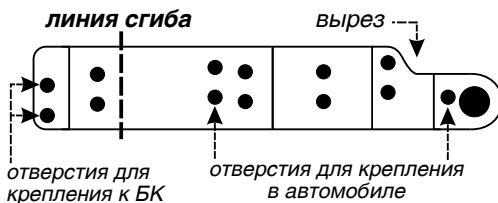
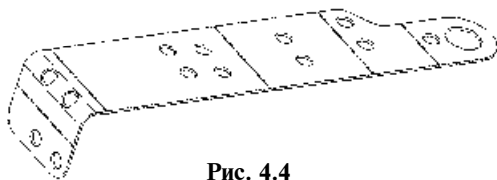

Рис. 4.3
Рис. 4.4
8. Бортовой компьютер устанавливается на двух кронштейнах. Кронштейн, внешний вид которого приведен на рис. 4.3, представляет собой металлическую пластину.
9. Согните пластины по линии сгиба, рис. 4.3, под прямым углом, как показано на рис. 4.4, сгибайте кронштейны в противоположные стороны (зеркально), учитывая, что кронштейны будут устанавливаться один с правой, другой с левой стороны.